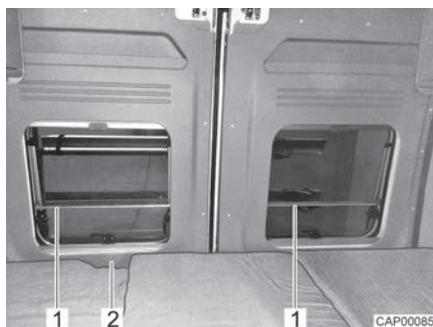

Fig. 49 Protección contra caídas (cama trasera longitudinal)
- ▷ Las ventanas de las puertas traseras están equipadas con una protección contra caídas (Fig. 49,1). La puerta trasera se puede abrir desde el interior a través del orificio (Fig. 49,2).